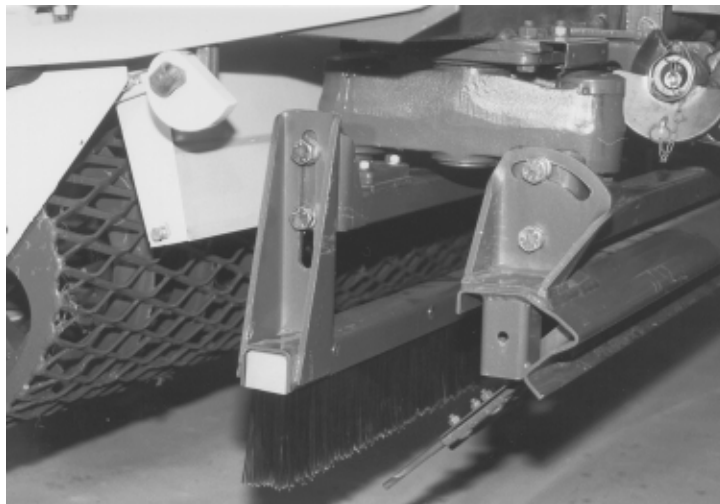

fig. 37
- Løsn de to låseskruer på begge sider af børsteholderen (fig. 37).